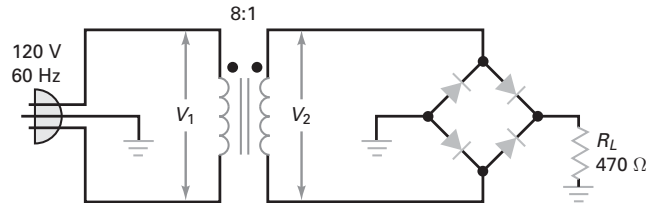

Figura 4-39
- 4-12** **MultiSim** Na Figura 4-39, qual é a tensão de pico na saída se o diodo for ideal? E a tensão média? E o valor CC? Faça um esboço da forma de onda na saída.
- 4-14** Se a tensão da rede na Figura 4-39 varia de 105 a 125 V rms, qual a tensão CC mínima na saída? E a máxima?